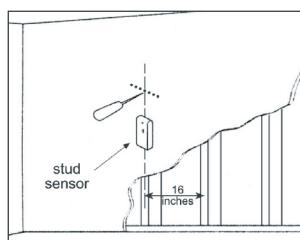

図2b
- ・図2bを参考に、4つのラグボルト（m）とラグボルトワッシャー（k）を使用して壁掛プレート（b）を壁に着実にしっかりと取付けて下さい。